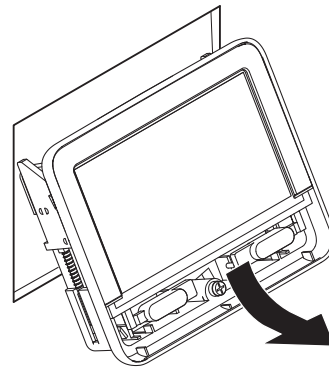

Abb. 5
- Panel vorsichtig etwa 20 cm nach vorn aus der Einbauöffnung herausziehen (Abb. 5)